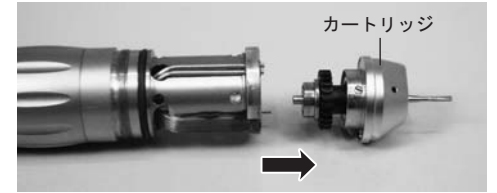

図16
- バーをつまみ、前方へカートリッジを引き抜きます。（図16）その際ボディ側にOリングが残る場合がありますので、必ず取り外してください。